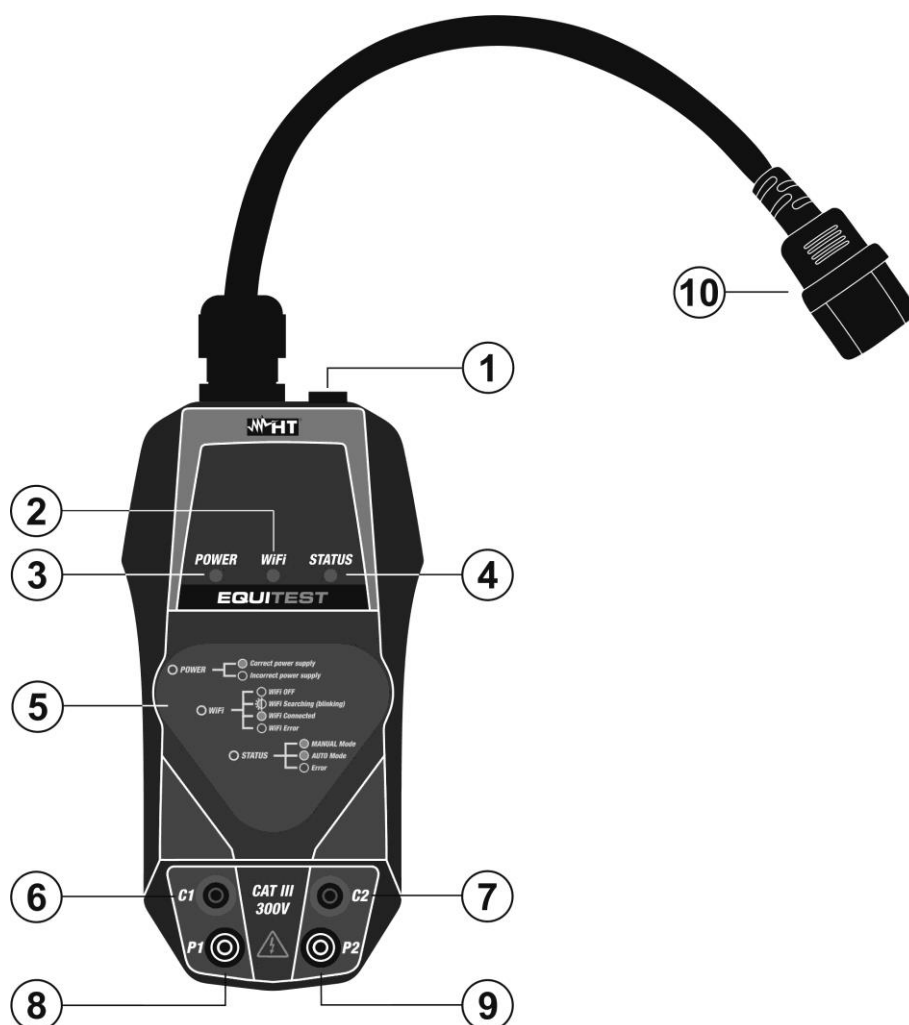
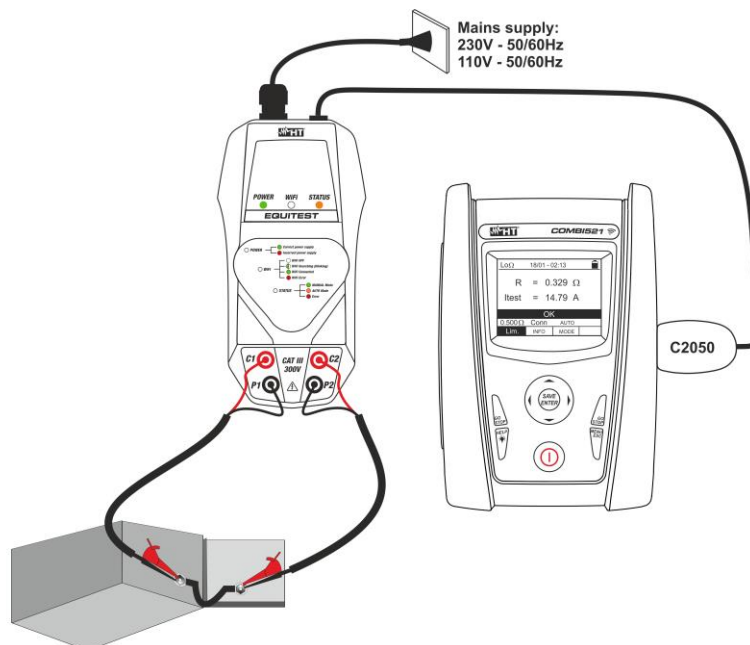

Fig. 1 Descrição do instrumento
Fig. 3 Uso do instrumento com unidade MASTER
1. Ligar o instrumento à fonte de alimentação através do cabo de rede fornecido (ver Fig. 1 - parte 10). O LED **POWER** está aceso a **verde constante** para identificar a tensão de alimentação correta, o LED **STATUS** está aceso a **verde constante** para identificar o funcionamento do instrumento **em modo Manual** (ver manual do instrução MASTER), o LED **WiFi** está aceso a **verde intermitente** para identificar que o instrumento está a tentar efetuar (se disponível) uma conexão WiFi com um dispositivo móvel externo através do APP **HT Equitest** (ver § 5.2) e não possui funcionalidade na conexão com o instrumento MASTER
2. Ligue o instrumento ao instrumento MASTER (ver Fig. 3) através do cabo C2050 fornecido (ver Fig. 1 - parte 1)
- conectores de entrada **C1** e **C2** (ver Fig. 3)
5. Ligar os cliques de jacaré do conjunto de cabos **C7000** às extremidades do objecto de teste (ver Fig. 3)
7. Com o **modo Automático** seleccionado no instrumento MASTER (medição activada sem utilizar o botão **GO/STOP**) verificar se o LED **STATUS** está aceso em **laranja constante** e ligar os clips do jacaré às extremidades do objecto de teste (ver Fig. 3) para ativar automaticamente o teste.
- Ligar o instrumento à fonte de alimentação através do cabo de rede fornecido (ver Fig. 1 - parte 10). O LED **POWER** está aceso a **verde constante** para identificar a tensão de alimentação correta, o LED **STATUS** está aceso a **verde constante** para identificar o funcionamento do instrumento em modo Manual